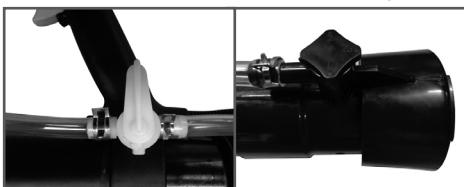

Рис. 6 Установка выпускного шланга
- Установите выпускной шланг опрыскивателя и закрепите его хомутами на штуцерах дозатора сопла и запорного крана (Рис. 6).